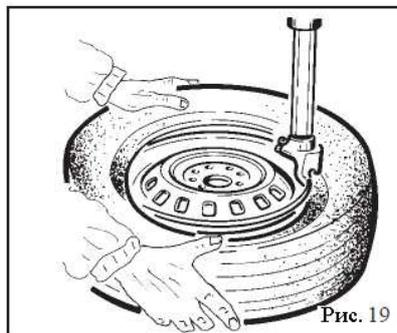

Рис. 19
- Прижимая руками борт шины к монтажному ручью диска, нажмите педаль (Z) для вращения поворотного стола по часовой стрелке по всей окружности колесного диска (Рис. 19).
Keeping the tyre bead pressed down into the wheel rim channel with your hands, press down on the pedal (Z) to rotate the turntable clockwise. Continue until you have covered the entire circumference of the wheel rim (Fig. 19).